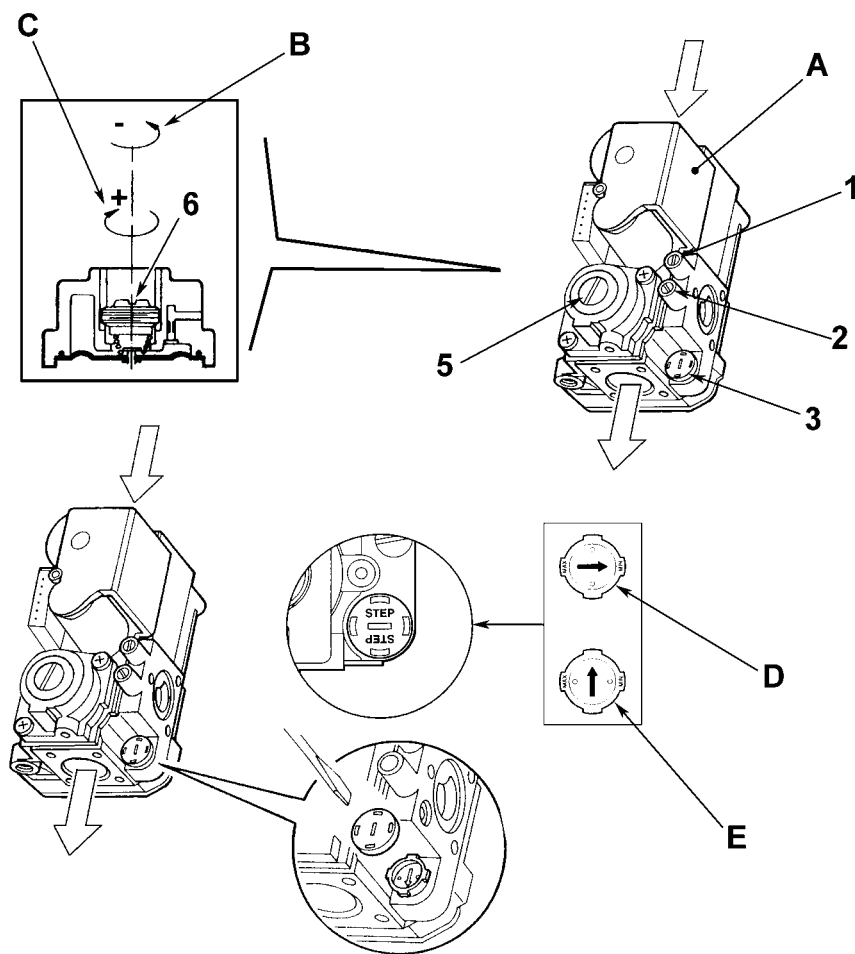

рис. 19 - Переналадка котла на другой вид газа
На котле PEGASUS D K 130 можно регулировать тепловую производительность топки и, следовательно, тепловую мощность, передаваемую воде системы отопления; это делается исключительно путем регулировки основной горелки с помощью газового вентиля (см. рис. 19). На графиках, приведенных в параграфе сар. 4.2 "Сопротивление системы", показано изменение передаваемой воде тепловой мощности в зависимости от изменения рабочего давления горелки. Возможность приведения мощности котла в соответствие с реальными потребностями отопления означает, прежде всего, снижение потерь и экономию топлива. Кроме того, при регулировке мощности, регламентированной также стандартом, котлы сохраняют значения КПД и характеристики сгорания почти без изменений.
1. С помощью небольшой отвертки снимите защитный колпак 5 вторичного привода газового вентиля рис. 19.
2. Подключите манометр к клемме давления 2 (рис. 19), расположенной после газового вентиля, затем переведите ручку термостата котла на максимум.
3. Регулируйте давление с помощью винта 6 (рис. 19) на желаемое значение, руководствуясь диаграммами, приведенными в параграфе сар. 4.2 "Сопротивление системы".
2. Снимите с газового вентиля маленький защитный колпачок 5 (рис. 19). С помощью маленькой отвертки регулируйте "СТУПЕНЬ" розжига на основании выбранного для работы газа (G20 или G31); установите защитный колпачок на место.
- Спустите воздух из газопроводных труб через штуцер отбора давления 1 газового вентиля (рис. 19).